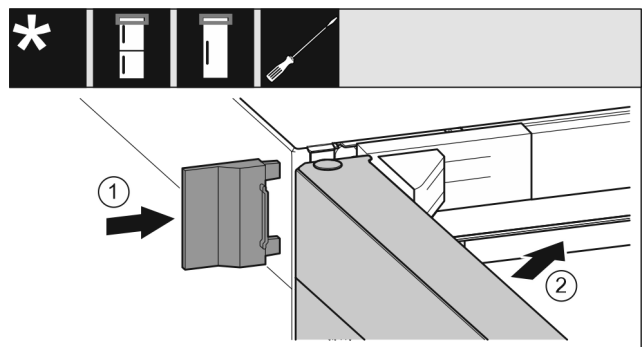

Fig. 23
- ▶ Lükake välimine kate Fig. 23 (1) peale.
- ▶ Sulgege ülemine uks Fig. 23 (2).